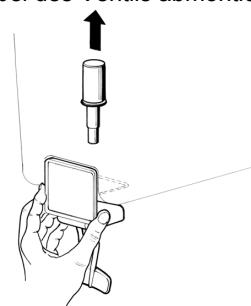

Bild 5
- 5 Schwerkraftventil: den Kolben herausziehen und danach den Betätigungshebel des Ventils abmontieren (Bild 5).